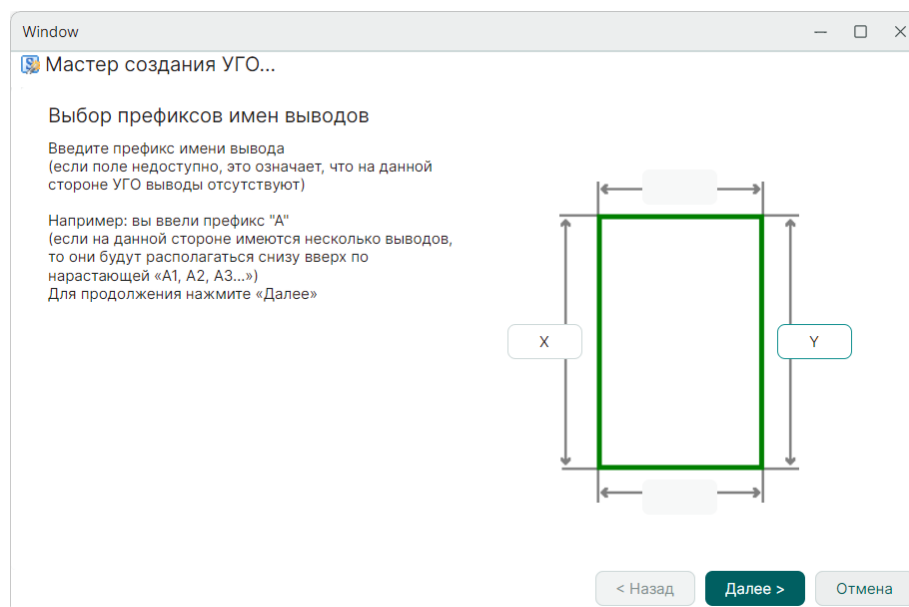

Рис. 231 Префиксы меток выводов
4. Укажите префиксы меток выводов, см. Рис. 231.